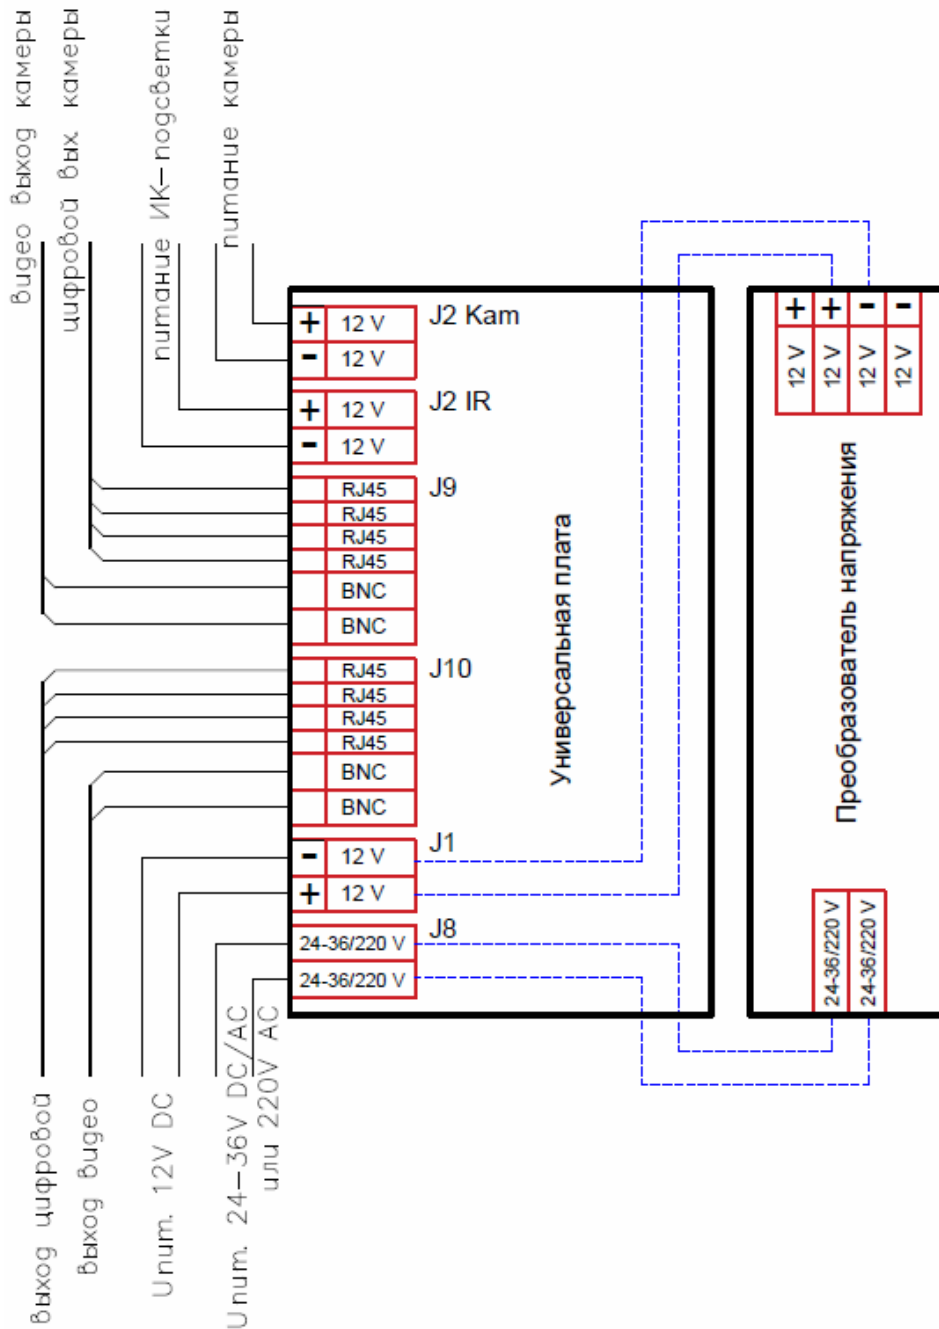

Рисунок 5 – Схема подключения термокожуха с ИК- подсветкой
- Подключить видеокамеру к электронной плате согласно схемы подключения, рис. 5.
- Через кабельные вводы завести питающий и сигнальный кабели, подключить к универсальной плате согласно рис. 5.